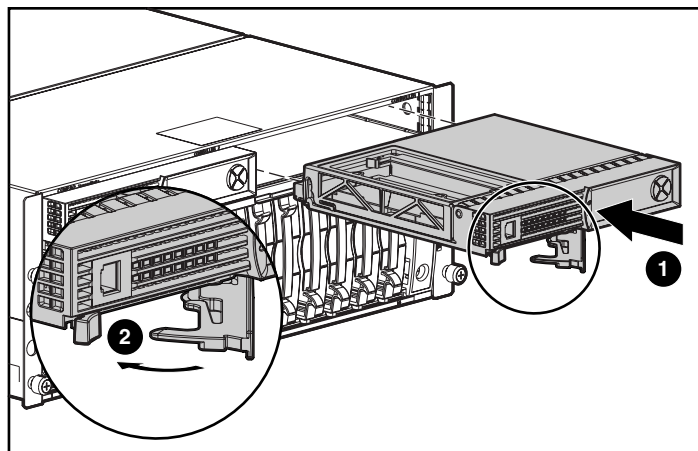

Abbildung 5: Einsetzen des Controllers
7. Drücken Sie den Controller so weit wie möglich in das Gehäuse hinein **1** und die Verriegelung nach innen, bis sie an der Vorderseite **2** anliegt. Siehe Abbildung 5.